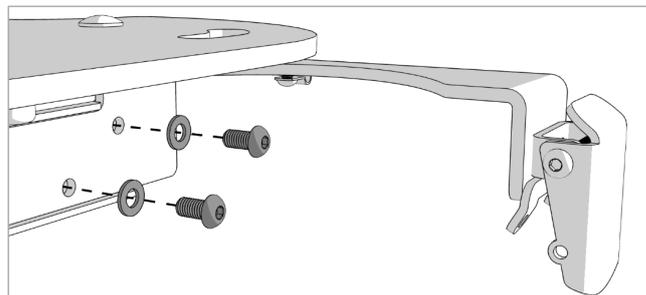

Figure 8.6
7. Fixez chaque support de levier CPR à l'aide de deux vis à tête ronde M8x16 mm et de deux rondelles M8 en veillant à les serrer à l'aide de la clé Allen de 6 mm, comme indiqué à la Figure 8.6.